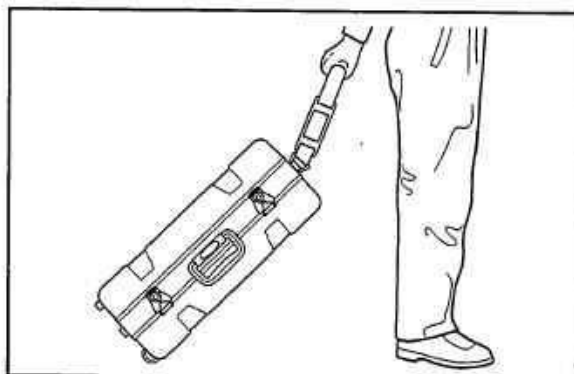

図 3.3
- ホイールを使用する場合はベルトをホイールに対向する側に取り付けてください。又ベルトは適切な長さに調整してください。(図 3.3 参照)